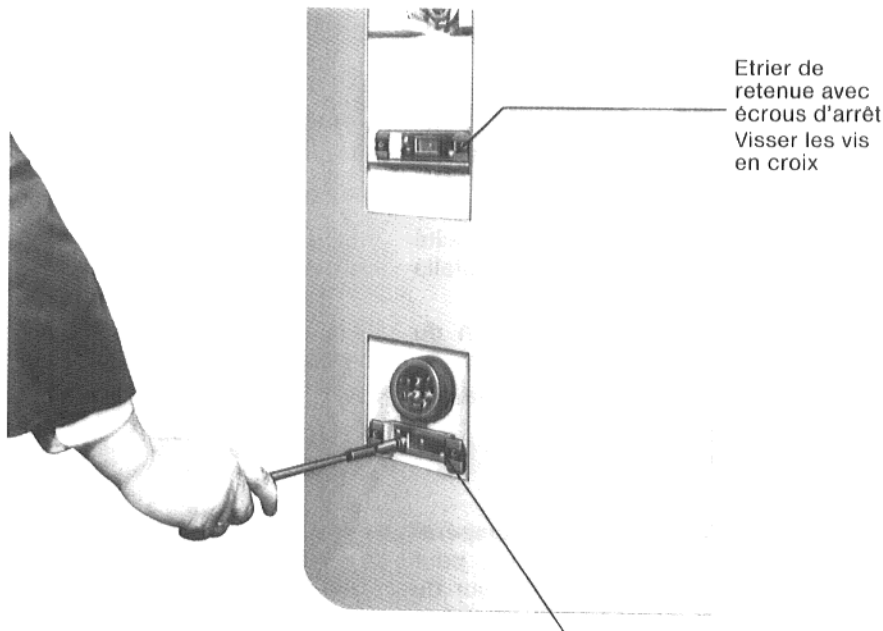

Fig. 15 Etrier de retenue avec écrous d'arrêt
1. Visser en croix au moyen des vis taraudeuses l'étrier de retenue sur l'étrier fixé au préparateur (Préparateur avec une capacité de 150 l – 300 l a été déjà installé à l'usine, Fig. 15 et 16).